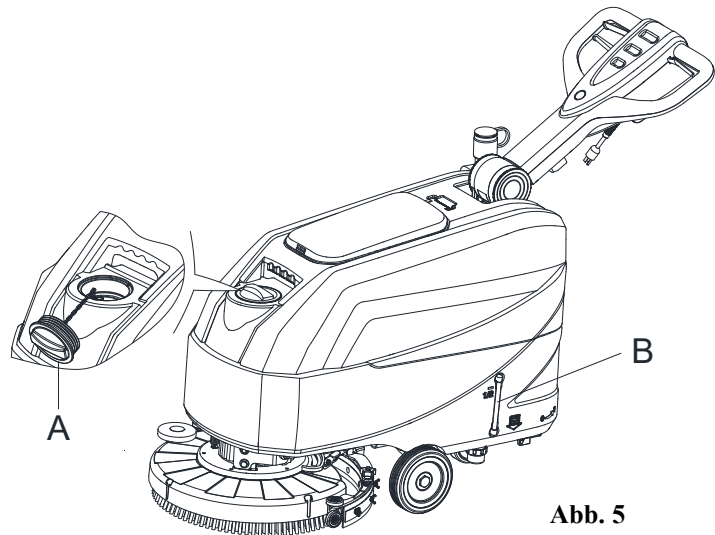

Abb. 5
1. Öffnen Sie den Deckel des Wassereinlasses (A, Abbildung 5).
3. Überfüllen Sie den Tank nicht, beziehen Sie sich für die Wassermenge auf die Wasserstandsanzeige (B, Abbildung 5).